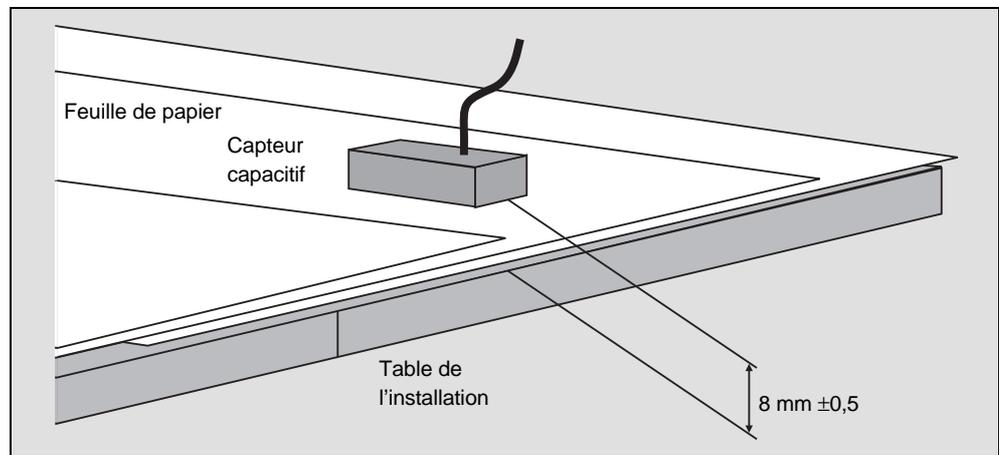

Fig. 4.3: Montage du capteur capacitif
- Montez le capteur capacitif parallèlement à la table de l'installation / plaque conductrice à une distance de  $8 \text{ mm} \pm 0,5 \text{ mm}$ . Un réajustement ultérieur de l'écart capteur - plaque conductrice n'est en général pas nécessaire. Si la table de l'installation n'est pas métallique, incorporez une plaque conductrice dans la table de telle façon qu'elle ne gêne pas le passage des feuilles. (Voir fig. 4.3)